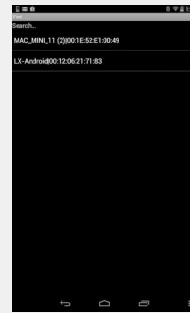

figure 2
- Avant de pouvoir utiliser le kit LED, vous devez le coupler à un téléphone mobile Android compatible Bluetooth. Veillez à ce que la distance entre le téléphone mobile et le kit LED ne dépasse pas 30 mètres. (fig 2)